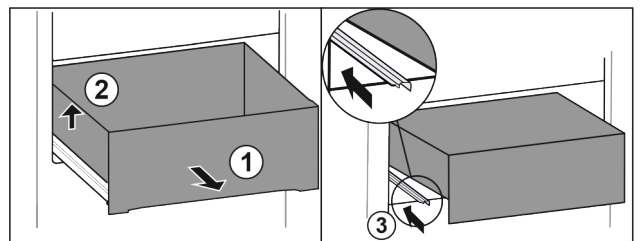

Fig. 68
► Tirer le tiroir jusqu'en butée. Fig. 68 (1)
► Soulever le tiroir sur la gauche. Fig. 68 (2)
► Rentrer le rail de gauche. Fig. 68 (3)